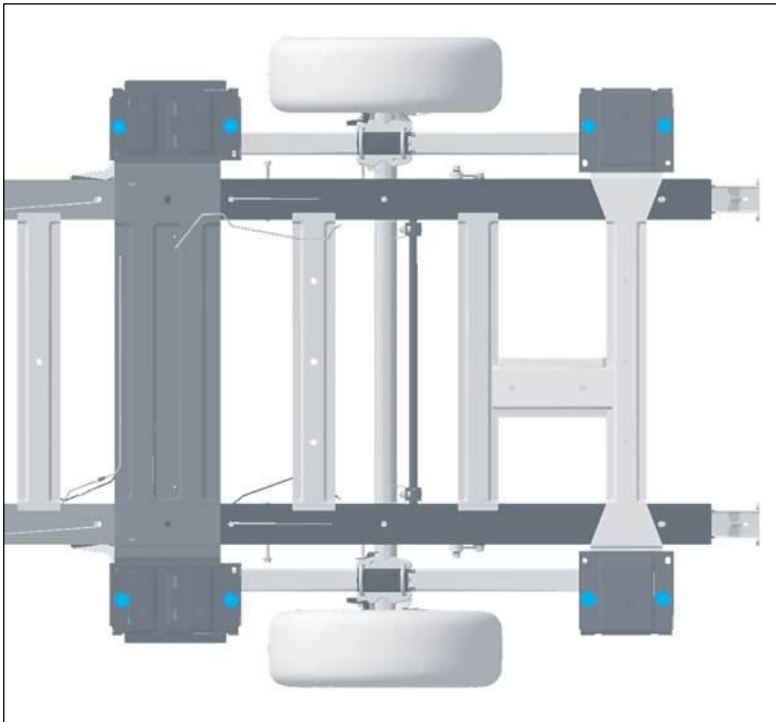

Abb. 7: Crafter-Flachrahmen-Fahrgestell- Zulässige Verschraubungspunkte (Prinzipdarstellung Rahmenfläche)
- Bei zusätzlicher Verschraubung an den Blattfederaufnahmen dürfen nur die äußeren Löcher verwendet werden. (siehe Abb. 7 Zulässige Verschraubungspunkte)